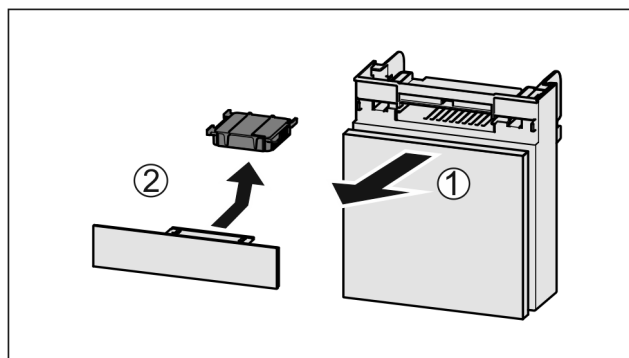

Fig. 197
- Fach nach vorne herausziehen Fig. 197 (1).
- Aktivkohlefilter entnehmen Fig. 197 (2).